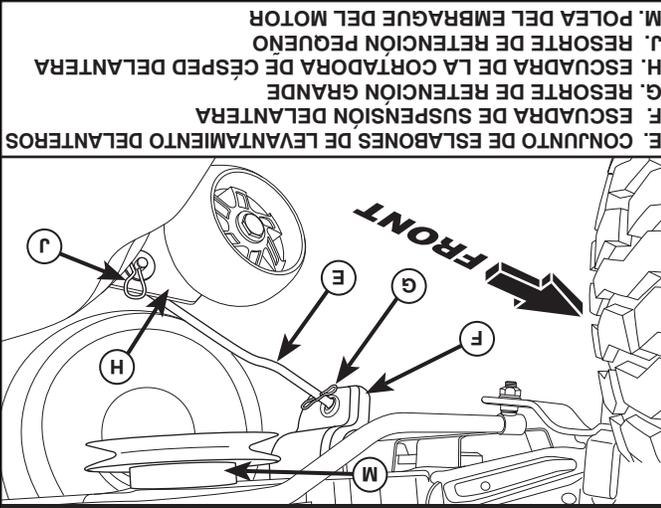

Fig. 32
8. INSTALE EL ESLABÓN DELANTERO (E) (Vea Fig. 32)
- Desde la parte delantera del tractor, inserte el extremo de varilla del eslabón delantero (E) a través del agujero delantero de la escuadra de suspensión delantera (F).
- Muévase hasta el lado izquierdo de la cortadora e inserte un resorte de retención grande (G) a través del agujero del eslabón delantero (E) detrás de la escuadra de suspensión delantera (F).
- Inserte el otro extremo del eslabón (E) en el agujero de la escuadra derecha de la cortadora de césped (H) y asegure con una arandela y un resorte de retención pequeño (J).